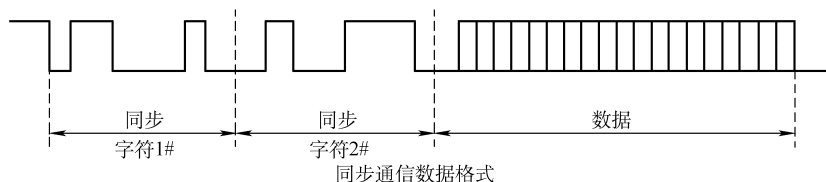

图 2-17 同步通信
2) 同步通信：在同步通信中所传输的数据格式是由多个数据组成，每帧有一个或两个同步字符作为起始位以触发同步时钟开始发送或接收。在异步通信中，每个字符要用起始位和停止位作为字符开始和结束的标志，占用了时间，所以在数据块传递时，为了提高速度，常去掉这些标志，采用同步传送。由于数据块传递开始要用同步字符来指示，同时要求由时钟来实现发送端与接收端之间的同步，故硬件较复杂。同步传输方式比异步传输方式速度快，这是它的优势。但同步传输方式也有其缺点，即它必须要用一个时钟来协调收发器的工作，所以它的设备也较复杂。同步通信数据格式如图 2-17 所示。